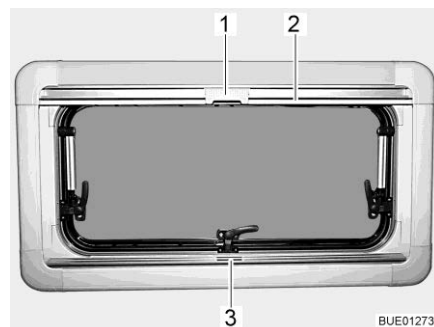

Fig. 102 Fenêtre projetante
- Saisir le dispositif occultant plissé par le centre de la barre-poignée (Fig. 102,3), le tirer du bas vers le haut et le relâcher à la hauteur voulue. Le dispositif occultant plissé reste alors à cette hauteur.
- Tirer la moustiquaire par la barre-poignée (Fig. 102,2) vers le bas jusqu'à ce qu'elle entre en contact avec celle du dispositif occultant plissé (Fig. 102,3).
- Verrouiller le cran (Fig. 102,1) de la moustiquaire avec la barre-poignée du dispositif occultant plissé.
- Presser le cran (Fig. 102,1) en haut de la moustiquaire vers l'arrière.
- Ramener lentement la moustiquaire en arrière au moyen de la barre-poignée (Fig. 102,2).